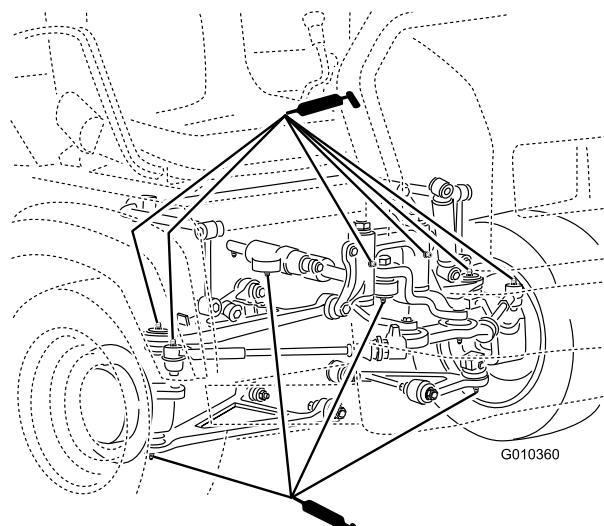

Bild 40
- Kugellager (4), Spurstangen (2), Schwenkhalterungen (2) und Lenzkylinder (2) (Bild 40)